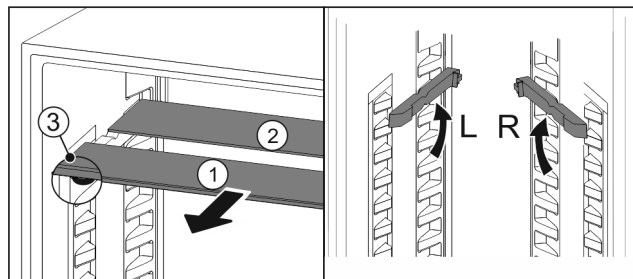

Fig. 112
- ▶ 将玻璃隔板逐个向前拉出 Fig. 112 (1)。
- ▷ 带装饰条的玻璃隔板 Fig. 112 (1)在前。
- ▷ 阻挡装置 Fig. 112 (3)指向下方。